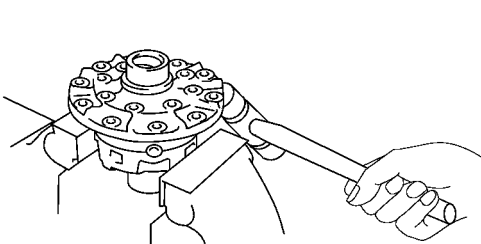

图 14-156 用塑料锤子将 LH 和 RH 壳分开
2) 使用塑料锤子将 LH 和 RH 壳分开, 如图 14-156 所示。